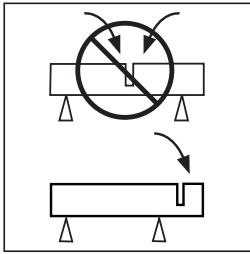

FIG. 16
- Si possible, choisissez un support pour la pièce à usiner tel que la coupe soit prévisible et qu'elle reste stable et ouverte lors de l'opération. **(Fig. 16)**